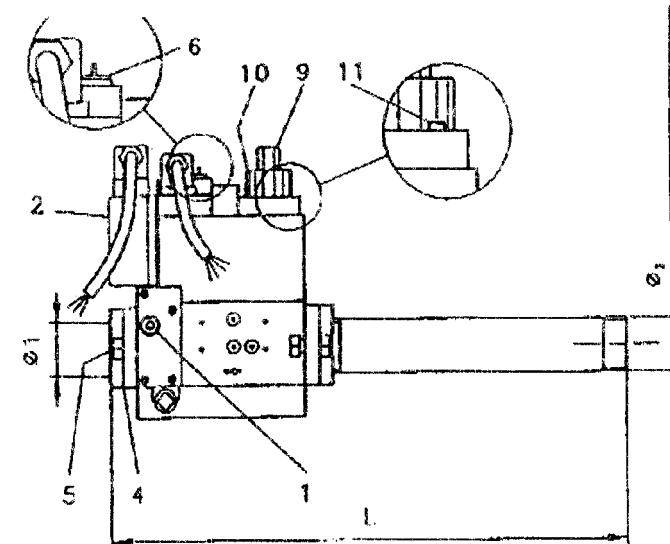
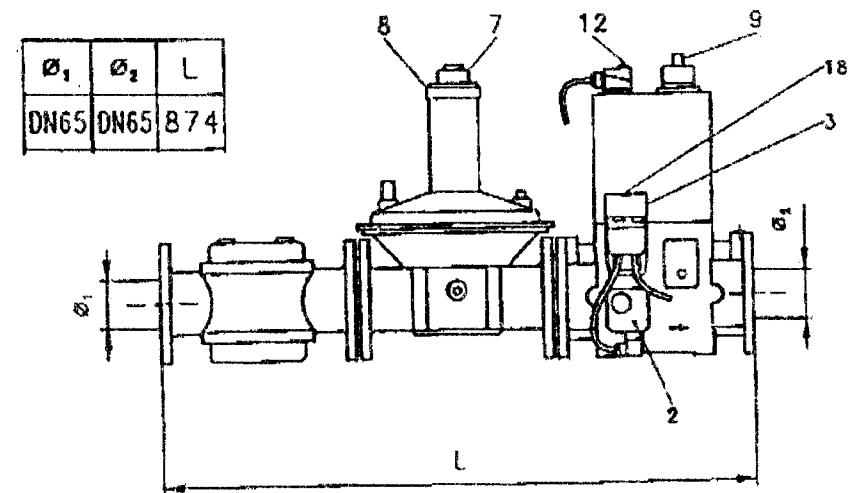

Рис. 3
Рис. 4
При необходимости ее установки с правой стороны от горелки, перенести приемку газа (1) газовой линии (Рис. 3), пресострат минимального давления газа (2) и контроль герметичности (если он есть) на противоположную сторону от группы клапанов линии газа (Рис. 4). Если диаметры линии газа не совпадают с диаметром горелки, то нужно установить переходник (см. инструкцию к горелке).
Соединения между магистральной линией газа и линией управления осуществляются при помощи фланца (4), поставляемого вместе с винтами (5) (Рис. 3).
Линия управления газа (Рис. 4):
Линия управления газа (Рис. 4)
Работа стабилизатора давления более эффективна при большой потере давления Δp на выходе и входе стабилизатора. Кроме того, ее функциональность увеличивается при увеличении давления на выходе от стабилизатора. Это увеличение давления достигается ограничением открытия клапанов, которые находятся после стабилизатора. Выходное давление, которое отражается на линии управления (Рис. 3), начиная со стабилизатора в сторону минимального газа или в сторону приемки P_c контроля герметичности. Если контроль герметичности присутствует, то давление может измениться в пределах 10 - 30 мбар. Если понадобятся другие значения давления, то замените синюю пружинку (отвинтите крышку (8)) на другую (например, на пружинку красного цвета) = 25 и 55 мбар или черного цвета 50 - 110 мбар и т.д.).
В случае, когда линия управления присоединена к газу, который может иметь изменения давления в зависимости от тепловой мощности, тогда стабилизатор необходимо отключать. В линии газа (Рис. 3) регулировка осуществляется с помощью специального устройства, в других газовых линиях регулировка осуществляется завинчиванием до упора оси регулирования.
Линия управления газа (Рис. 3)